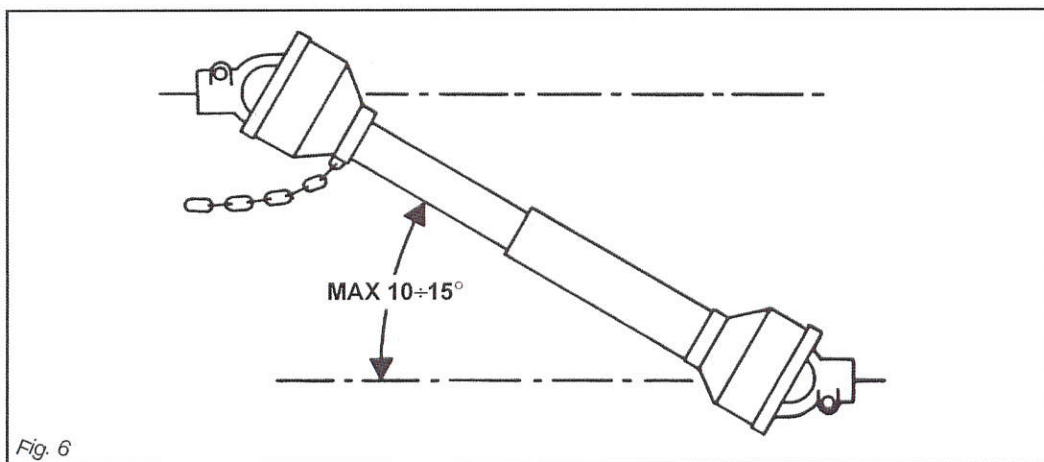

Fig. 6
- 39) Koppla alltid ifrån kraftuttagsdrivningen när kraftöverföringsaxelns vinkel blir för stor (över 10÷15 grader - Fig. 6) och när maskinen inte ska arbeta.